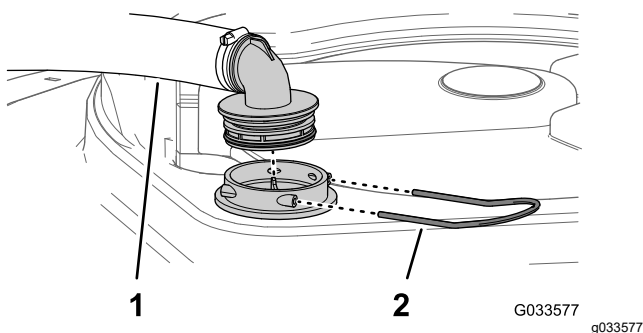

Figure 112
2. Au sommet de la cuve du pulvérisateur, retirez l'étrier qui fixe le raccord de flexible sur le grand flexible et le logement du filtre (Figure 112).
3. Retirez le flexible et le raccord du logement du filtre (Figure 112).